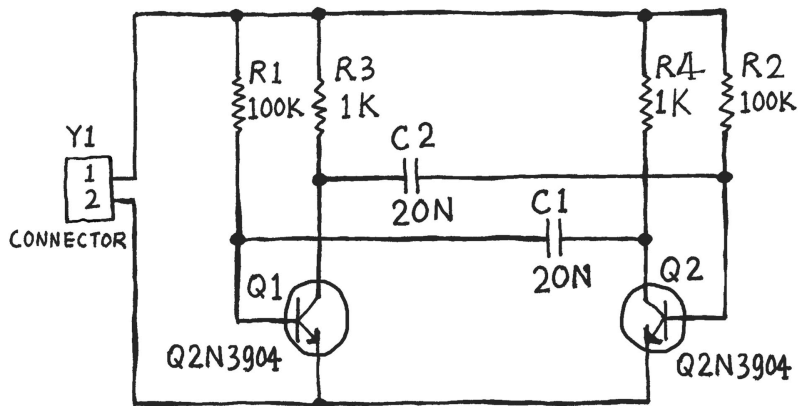

図1 - 自己発振マルチバイブレーター回路
最初に Q1 と Q2 の 2 つのトランジスターを配置します。配置する位置は図 1 を参照してください。
- ▶ 図1を見ると、Q2のトランジスターはQ1のトランジスターと逆向きに配置されていることがわかります。部品の向きを変えるには、カーソルで部品を移動している時にキーボードのXキーを押してください。これにより、水平方向の向きが変わります。
- ▶ 図1の様に抵抗を Q1 のベース側へ配置します。部品間の接続は後で行います。
- ▶ 図1の様に R3 と R4 の抵抗器を配置してください。